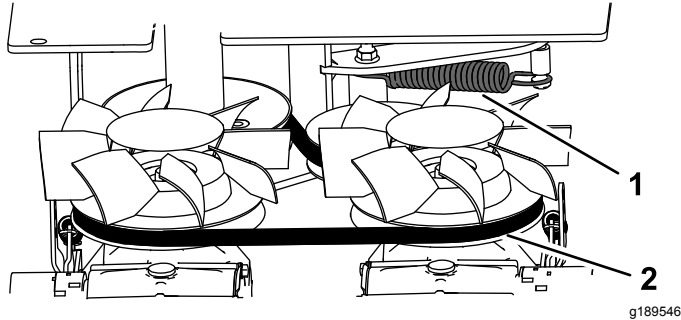

Figure 40
- Contrôlez la courroie (Figure 40). Remplacez la courroie si elle est usée; voir Remplacement de la courroie d'entraînement \(page 32\).
- Boulon arrière (2)
- Boulon latéral (4)
- Déposez le ressort d'extension (Figure 40).
11. Montez le ressort d'extension (Figure 40).